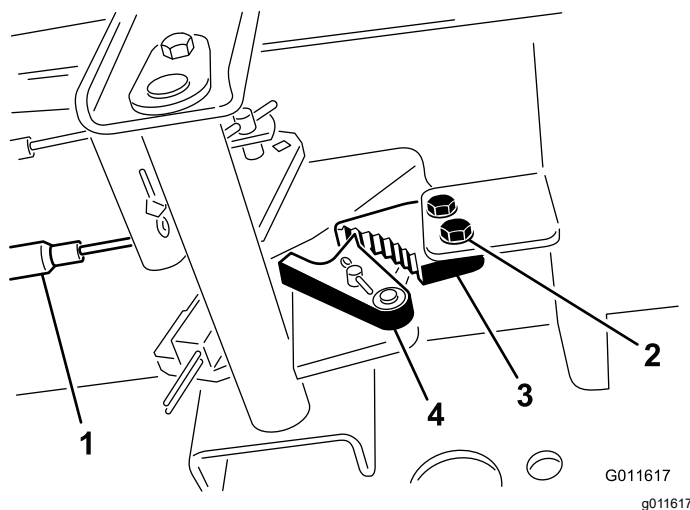

Figure 85
1. Desserrez les 2 vis qui fixent le cliquet du frein de stationnement au cadre (Figure 85).
2. Appuyez sur l'avant de la pédale du frein de stationnement jusqu'à ce que le verrou s'engage complètement sur le cliquet du frein (Figure 85).